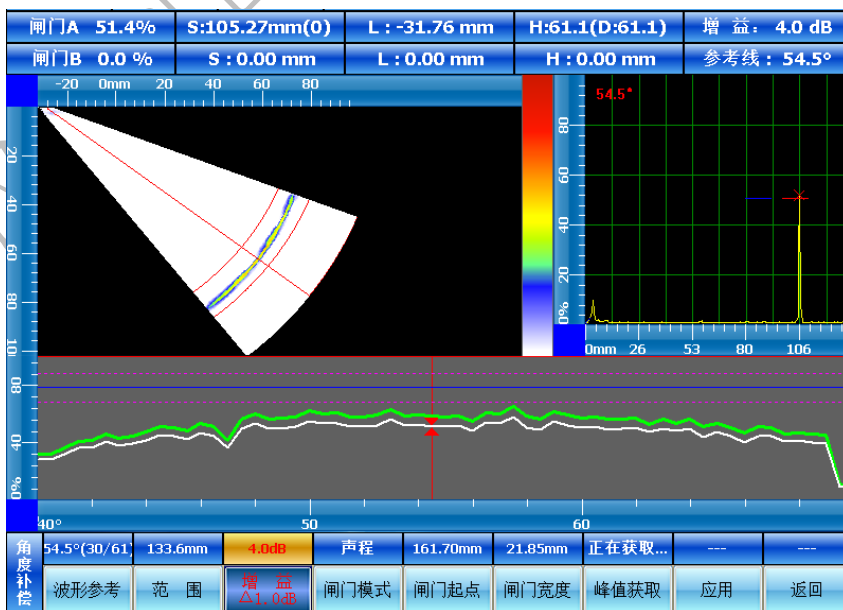

图 10.18
3. 将探头入射点放置在 CSK-IA 试块弧面圆心上前后移动，找出 R50 或 R100 弧面最高回波，点击“闸门起点”通过方向键进行移动，套住弧面回波，并点击“闸门宽度”调整红色声程闸门的宽度，使整个弧面信号出现在闸门范围内（如图 10.18）